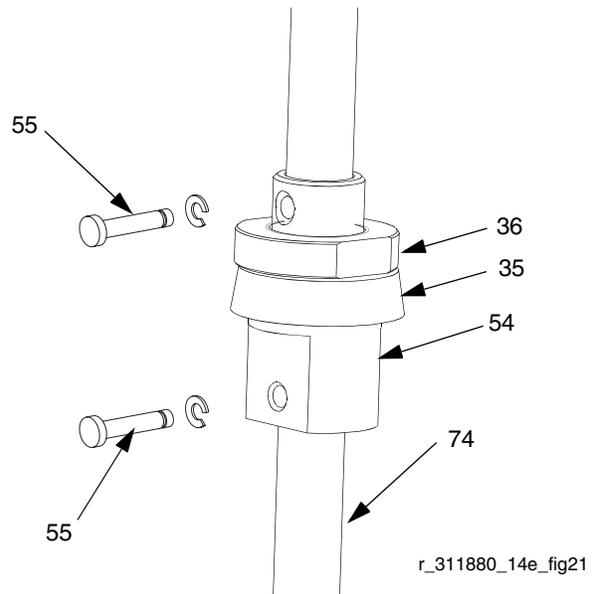

FIG. 22
9. Retire las clavijas (55). Vea FIG. 22.